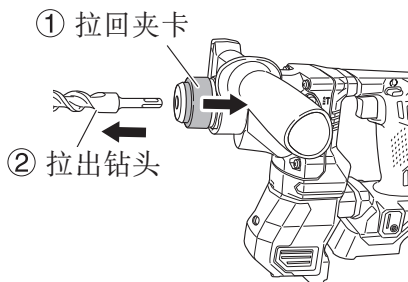

图 10
(3) 拉动钻头，确保完全锁定。
(4) 拆下钻头时，首先请按箭头所示方向将夹卡完全拉出，然后将钻头从夹卡上拉下（图 10）。